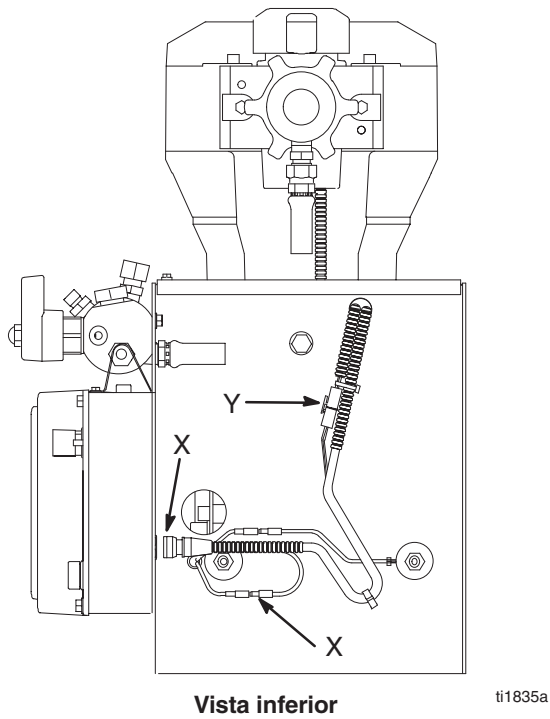

Fig. 6
11. Fig. 6. Conecte el cable del inductor (X) al dispositivo de control de presión y el cable del motor y conecte el sensor del contador de galones (Y).